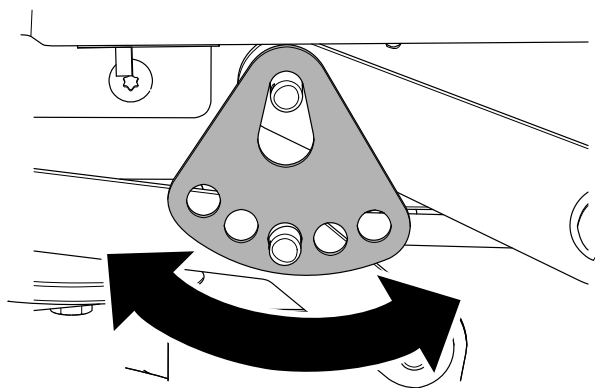

Figura 69
7. Ruotate la piastra dell'altezza di taglio a un foro differente, in modo tale che supporti il peso del piatto di taglio dopo l'installazione della piastra (Figura 69).
8. Installate la rondella e la coppiglia (Figura 69).